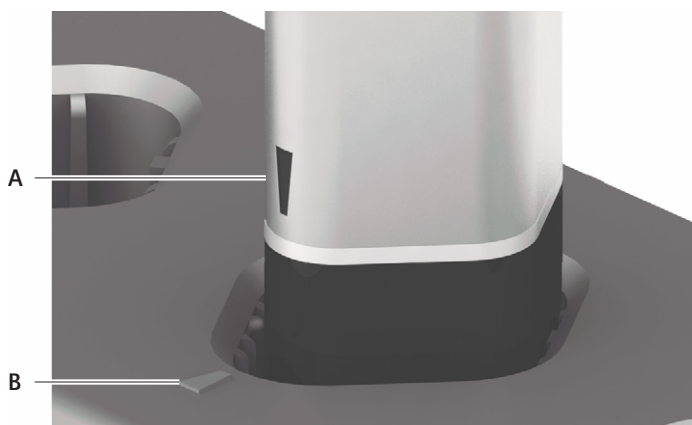

Fig. 1 Insérer l'accu dans le compartiment de recharge
- Placer les accus dans le compartiment de recharge avec les contacts vers le bas, de manière à ce que le marquage **A** sur l'accu corresponde au marquage **B** du compartiment de recharge, voir Fig. 1.